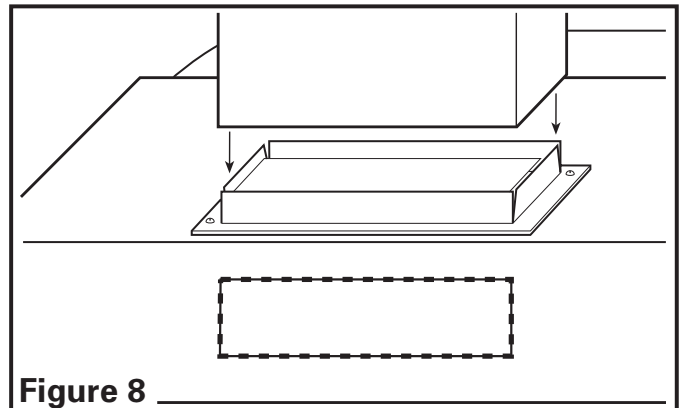

Figure 8
1. Raccorder les conduits au collet et au clapet de la hotte. Fixer en place en utilisant du ruban pour canalisations pour sceller tous les joints (**Figure 8**).